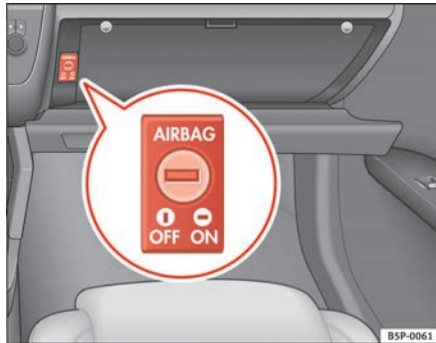

Abb. 26 Im Handschuhfach: Schlüsselschalter zum Ein- und Abschalten des Beifahrer-Airbags
- Drehen Sie mit dem Zündschlüssel den Schlüsselschalter im Handschuhfach in die Position **OFF** ⇒ Abb. 26.
- Drehen Sie mit dem Zündschlüssel den Schlüsselschalter im Handschuhfach in die Position **ON** ⇒ Abb. 26.